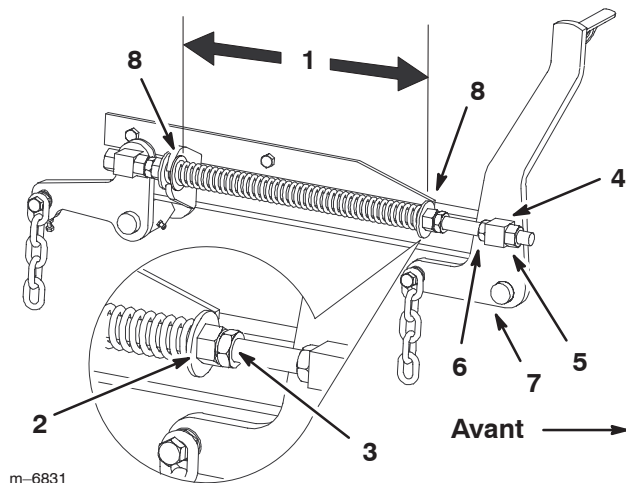

Figure 71
7. Desserrez d'environ 13 mm les écrous de blocage à l'avant des pivots avant gauche et droit (Fig. 71).
8. Réglez les écrous de relevage sur les côtés gauche et droit de la machine de manière à abaisser l'avant de **6 à 10 mm au point A par rapport au point B à l'arrière** (Fig. 71).
2. Vérifiez que les deux grandes rondelles sont espacées de 26,7 cm (Fig. 71).
3. Réglez cette distance en desserrant l'écrou de blocage du ressort et en tournant l'écrou devant chaque ressort (Fig. 71). Tournez l'écrou dans le sens horaire pour raccourcir le ressort, et dans le sens inverse pour l'allonger.
4. Bloquez l'écrou en position en serrant l'écrou de blocage du ressort (Fig. 71).